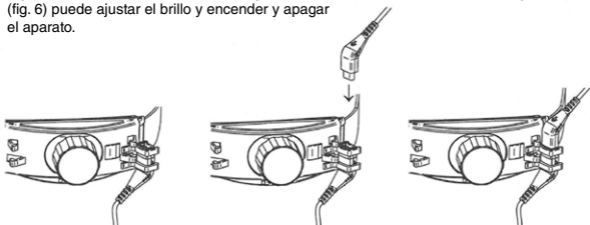

Fig. 8
Para el funcionamiento de HEINE® ML4 LED con el mPack HEINE® o EN50 HEINE® conecte el cable corto del regulador de la luminosidad con el cable de conexión mPack UNPLUGGED/Cinch y sujete éste a la tapa del segmento posterior de la cinta craneal (fig. 8). Conecte el instrumento al manguito Cinch del mPack o EN50. Con el regulador (1) (fig. 6) puede ajustar el brillo y encender y apagar el aparato.